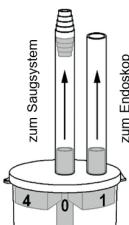

Abb. 1
- Anslut slangen från den mellersta anslutningen på fällan till sugsystemet (fig. 1).
- Anslut den yttre kontakten till endoskopet (Fig. 1).